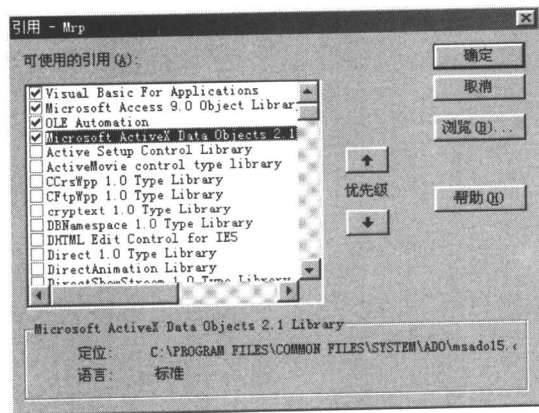

图3
(2) 在 Visual Basic 编辑器窗口中选择“工具/引用”命令，弹出“引用”设置对话框，如图 3 所示。